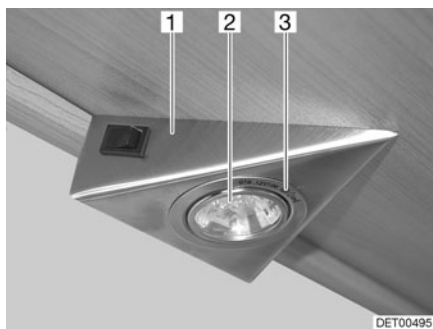

Fig. 233 Lámpara halógena empotrada
La lámpara halógena empotrada está instalada hundida en una carcasa (Fig. 233,1).
- Soltar el anillo de cubierta interior (Fig. 233,3) de la carcasa con un desatornillador.
- Extraer la bombilla halógena (Fig. 233,2).